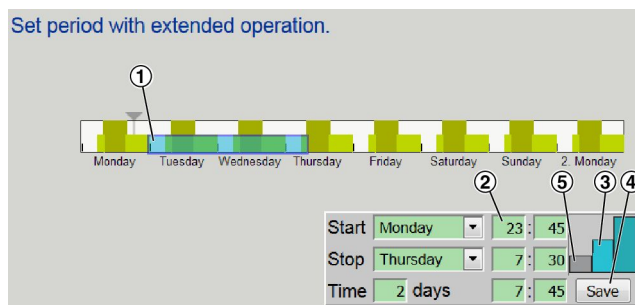

Fig. 44 : Paramétrage du fonctionnement prolongé
L'écran « Fonctionnement prolongé » (Fig. 44) permet d'écraser la vitesse réglée du ventilateur dans le cadre du programme hebdomadaire actuel. La fonction de forçage débute et s'arrête automatiquement aux heures définies ici. La période de forçage maximale est de 7 jours.
2. ▶ Cliquer sur la zone blanche dans l'affichage de la semaine (Fig. 44 /1).
3. ▶ Régler les heures de début et de fin requises (Fig. 44 /2) du fonctionnement prolongé.
4. ▶ Cliquer sur le rectangle bleu clair pour une vitesse de ventilateur lente ou sur le rectangle bleu foncé pour une vitesse de ventilateur rapide (Fig. 44 /3).
5. ▶ Cliquer sur « Enregistrer » (Fig. 44 /4).
Pour arrêter le fonctionnement prolongé, cliquer sur le rectangle gris (Fig. 44 /5).